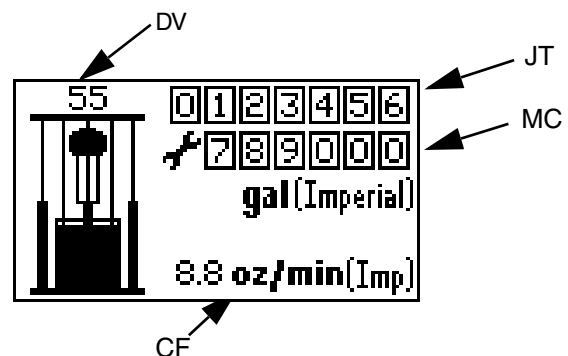

ABB. 19: Ausführungsmodus-Bildschirm
3. Der Startbildschirm (ABB. 18) wird angezeigt, und der Fortschrittsbalken füllt sich von links nach rechts. Danach geht die Anzeige direkt in den Ausführungsmodus über (ABB. 19).
Siehe ABB. 16 und ABB. 19.
2. Während sich die Anzeige im Ansaugmodus befindet, wird der Auftragsgesamtzähler (JT) nicht angezeigt, und er zählt auch nicht weiter. Der Wartungszähler (MC) wird jedoch weiter zurückgesetzt.
3. Wenn ein neuer Behälter installiert ist und sich das Gerät im Ansaugmodus befindet, drücken Sie auf  und halten Sie die Taste gedrückt, um das verbliebene Volumen im Fass (DV) auf das Fassfüllvolumen (DF) zurückzusetzen.
4. Wenn Sie den Ansaugmodus verlassen möchten, drücken Sie . Das Ansaugsymbol erlischt, und die LED hört auf zu blinken. Der Bildschirm kehrt in den Ausführungsmodus zurück (ABB. 19).
Wenn innerhalb einer Minute nach dem Wechsel in den Setupbildschirm keine Taste gedrückt wird, kehrt das System in den Ausführungsmodus (ABB. 19) zurück).
- a. Drücken Sie kurz , um aus dem Ausführungsmodus in den Diagnosemodus zu wechseln (ABB. 19).